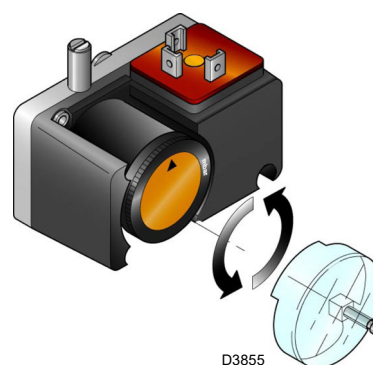

Fig. 31
- Regolare il pressostato per il controllo di tenuta (Kit PVP)(Fig. 31 a pag. 32), se presente, secondo le istruzioni a corredo del kit stesso.
Regolare il pressostato per il controllo di tenuta (kit PVP)(Fig. 31) secondo le istruzioni a corredo del kit stesso.